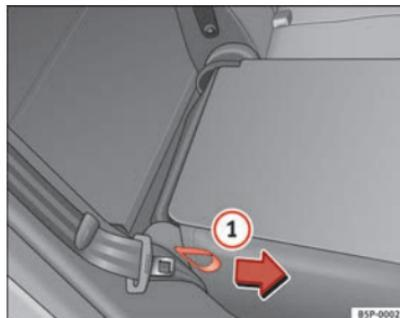

Abb. 98 Umklappen bzw. Aufrechtstellen der Rücksitzlehne
⇒ Abb. 98 ①.
In dieser Stellung ist die Rückenlehne verriegelt. Daher muss zum Zurückklappen der Lehne die seitliche Schlaufe am Sitz in Pfeilrichtung gezogen werden ⇒ Abb. 98.